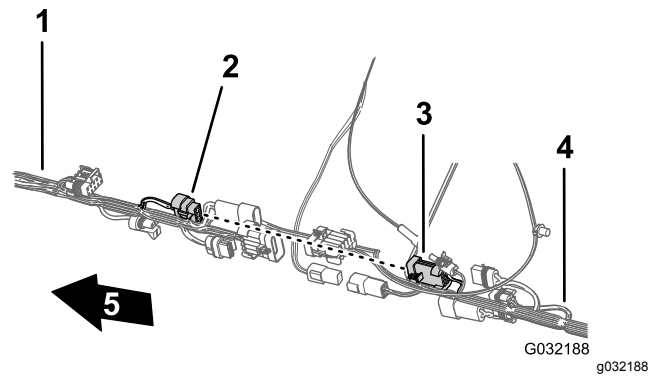

Bild 116
3. Stecken Sie den 8-Stift-Stecker des vorderen Kabelbaums für die Sprühfahrzeug-Kabelbaumverbindung in den 8-Buchsen-Stecker des hinteren Kabelbaums für den Dosierungsschalter (Bild 116).